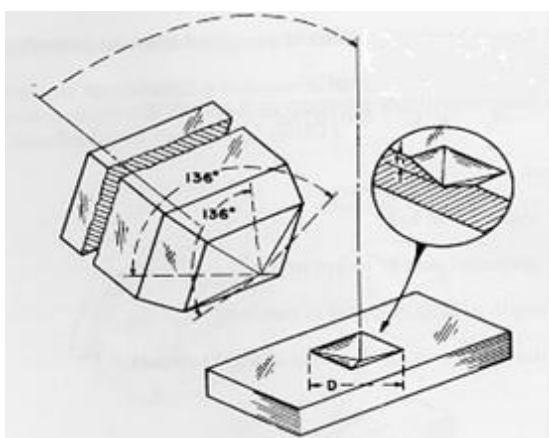

Рис. 1.4. – Индентор Виккерса
1. Твердость по методу Виккерса определяется при помощи индентора пирамидальной формы с противолежащим углом 136° (рис. 1.4), полная формула приведена ниже: